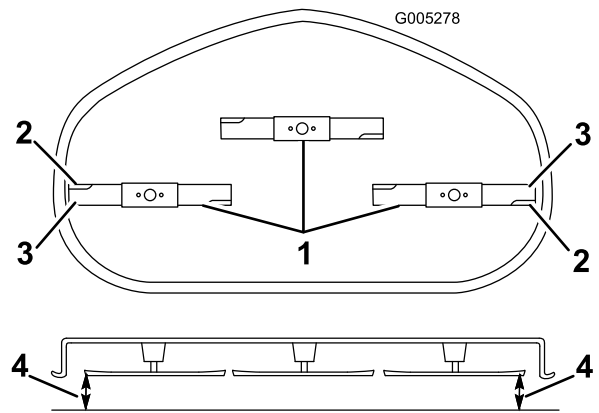

Figura 56
4. Gire cuidadosamente las cuchillas hasta que estén todas orientadas lateralmente (Figura 56).
5. Mida entre los bordes de corte exteriores y la superficie plana (Figura 56). Si hay una diferencia de más de 5 mm (3/16") entre ambas dimensiones, se requiere un ajuste; siga con este procedimiento.